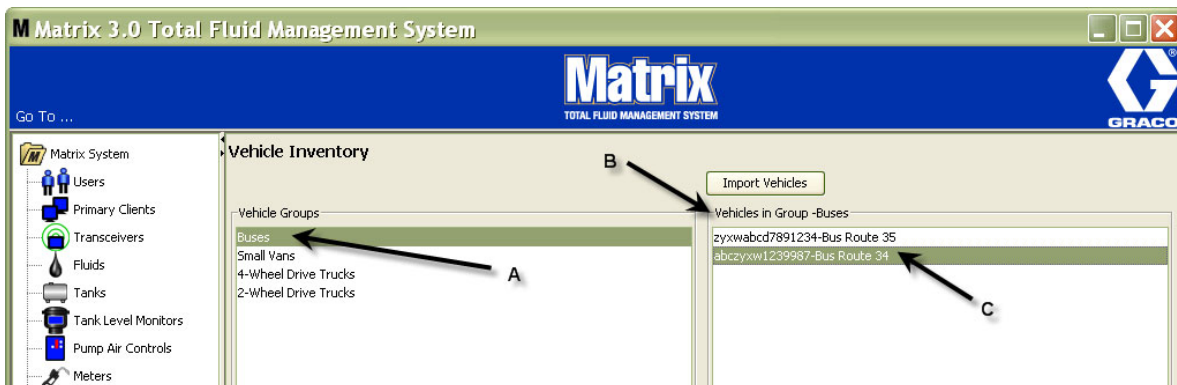

FIG. 156
7. Los vehículos solamente se mostrarán en la pantalla principal de Inventario de vehículos cuando se seleccione el grupo específico con el que esté asociado. En el ejemplo que se proporciona en la FIG. 156 el grupo de vehículos Autobuses está seleccionado (A). Tenga en cuenta que el nombre del grupo "Autobuses" se agregó al final de los vehículos del título de la columna grupo (B) y que la lista representada en esa columna sólo contiene los autobuses que están en el inventario de flota. No hay pequeñas furgonetas, camioneta de tracción de cuatro ruedas ni camioneta de tracción de dos ruedas. Esos vehículos se visualizarán cuando se seleccionen esas categorías.
Las secciones A, B y C de la FIG. 159 corresponden con las secciones A, B y C de la FIG. 156.